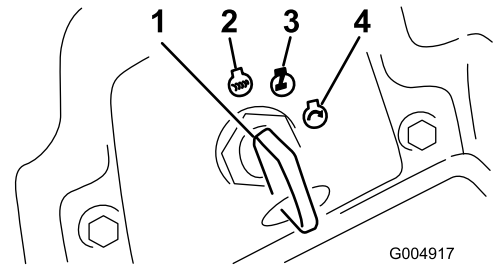

Figura 48
6. Gire la llave de contacto a la posición Marcha (Figura 48).
3. Gire la llave de contacto a la posición de Desconectado (Figura 48). Espere a que se detengan todas las piezas en movimiento antes de abandonar el puesto del operador.